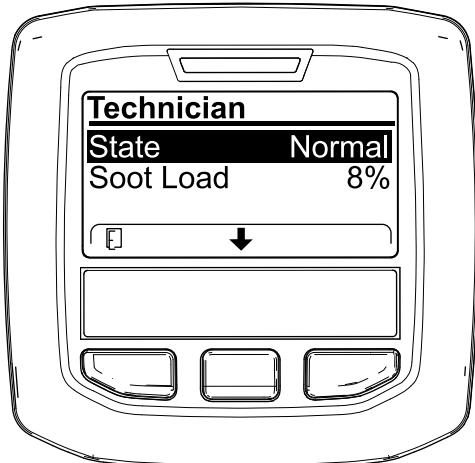

Bild 56
- Lesen Sie in der Tabelle für den Dieselpartikelfilter-Betrieb den aktuellen Zustand des Dieselpartikelfilter-Betriebs nach (Bild 56).